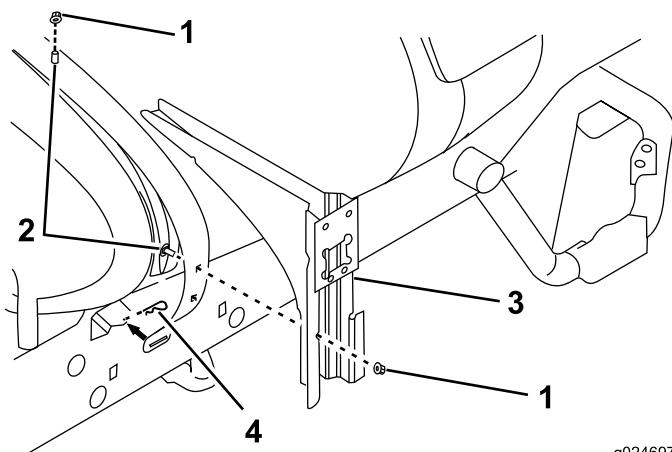

Figura 10
4. Utilizzando 2 dadi flangiati fissate il supporto valvola ai bulloni a testa tonda montati in precedenza (Figura 10).
- Montate 2 bulloni a testa sulle fasce di fissaggio del serbatoio a destra (Figura 10).